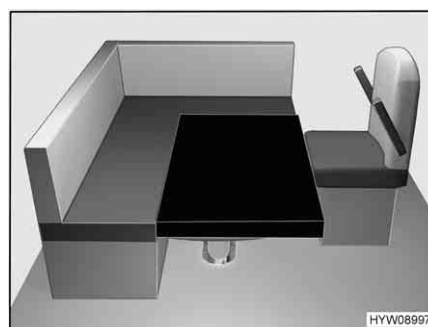

Fig. 71 Dopo la trasformazione
- Posizionare il cuscino aggiuntivo sul tavolo come mostrato in Fig. 71. Gli angoli arrotondati sono indicati in avanti a destra.